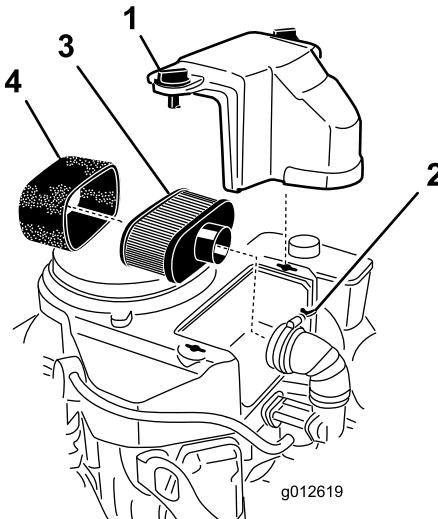

図 42
- エアクリーナを外したときエンジン内部に異物が入らないよう、周辺をきれいに拭く（図 42）。
- エア・クリーナのカバーのノブのねじをゆるめてカバーを外す（図 42）。
- エア・クリーナのホース・クランプをゆるめてエア・クリーナ・アセンブリを外す（図 42）。
- ペーパー・エレメントからスポンジ・エレメントを注意深く取り外す（図 42）。
1. ペーパー・エレメントを軽くたたいて、たまっているほこりを落とす。汚れがひどい場合には、新しいペーパー・エレメントに交換する(図 42)。
1. ペーパー・エレメントにスポンジ・エレメントを注意深く取り付ける(図 42)。
2. エア・クリーナのベース、またはホース、にエア・クリーナ・アセンブリを取り付けて固定する(図 42)。
3. エア・クリーナのカバーを取り付け、ノブを締め付けて固定する(図 42)。